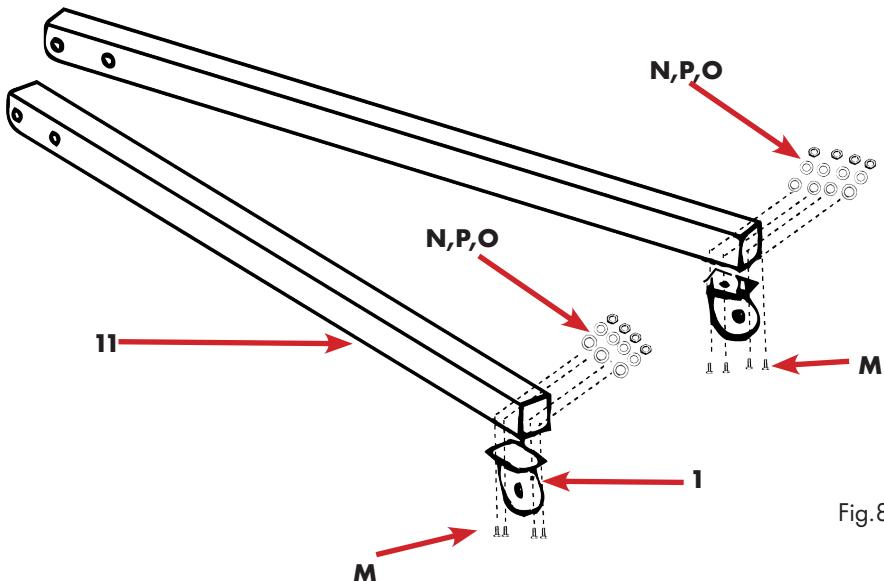

Fig.8
- Une fois les rouleaux fixés, serrer fermement tous les écrous restants, figure 8.
Légende figure 8 (voir aussi page 15, figure 2 et tableau 1)